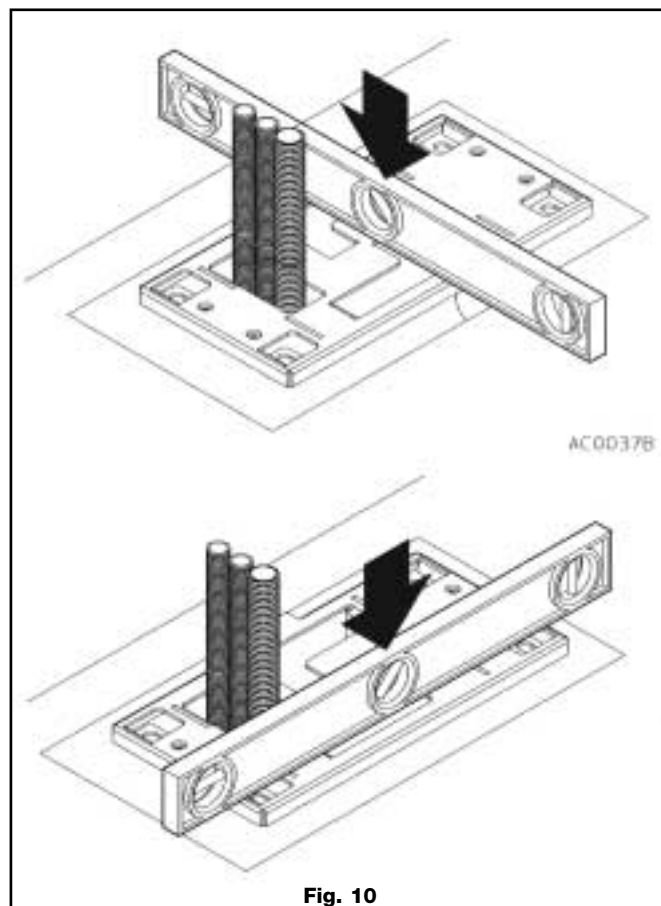

Fig. 10
- h) Poser horizontalement la plaque d'ancrage en contrôlant à l'aide d'un niveau dans les deux directions (fig. 10).
- Vérifier à l'aide d'un niveau dans les deux directions (fig. 10) la mise en place de la plaque d'ancrage, en insérant éventuellement des cales sous les angles.